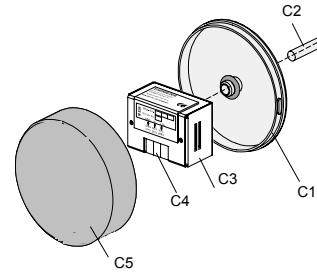

Bild 3: Montage des AP-Helligkeitssensors AP 255
- Das Gerät wird mit einem Aufputzgehäuse Ø 75mm, Höhe 27mm, Deckel mit Bajonettschluss, geliefert (s. Bild 3).